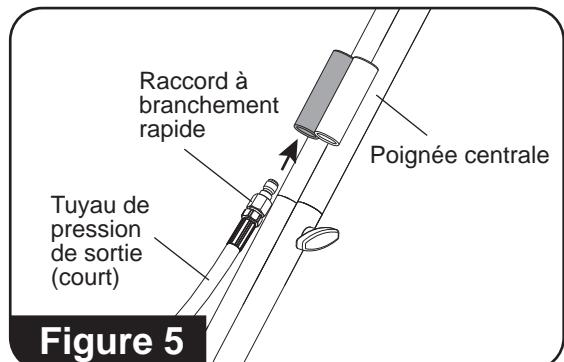

Figure 5
5. Prenez l'un des tuyaux de pression de sortie et, en commençant par l'extrémité du raccord à branchement rapide, faites-le glisser dans le bas du tube de guidage à l'avant de la poignée centrale. **(consultez la figure 5).**